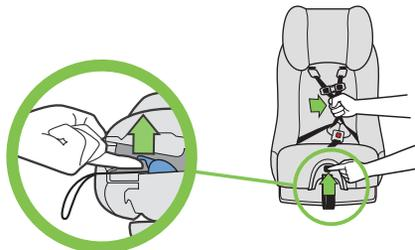

Figure 21
- Tout en soulevant la languette de réglage du harnais, tirez vers l'extérieur sur les sangles du harnais jusqu'à ce qu'elles bloquent, tel qu'illustré dans la **Figure 21**.